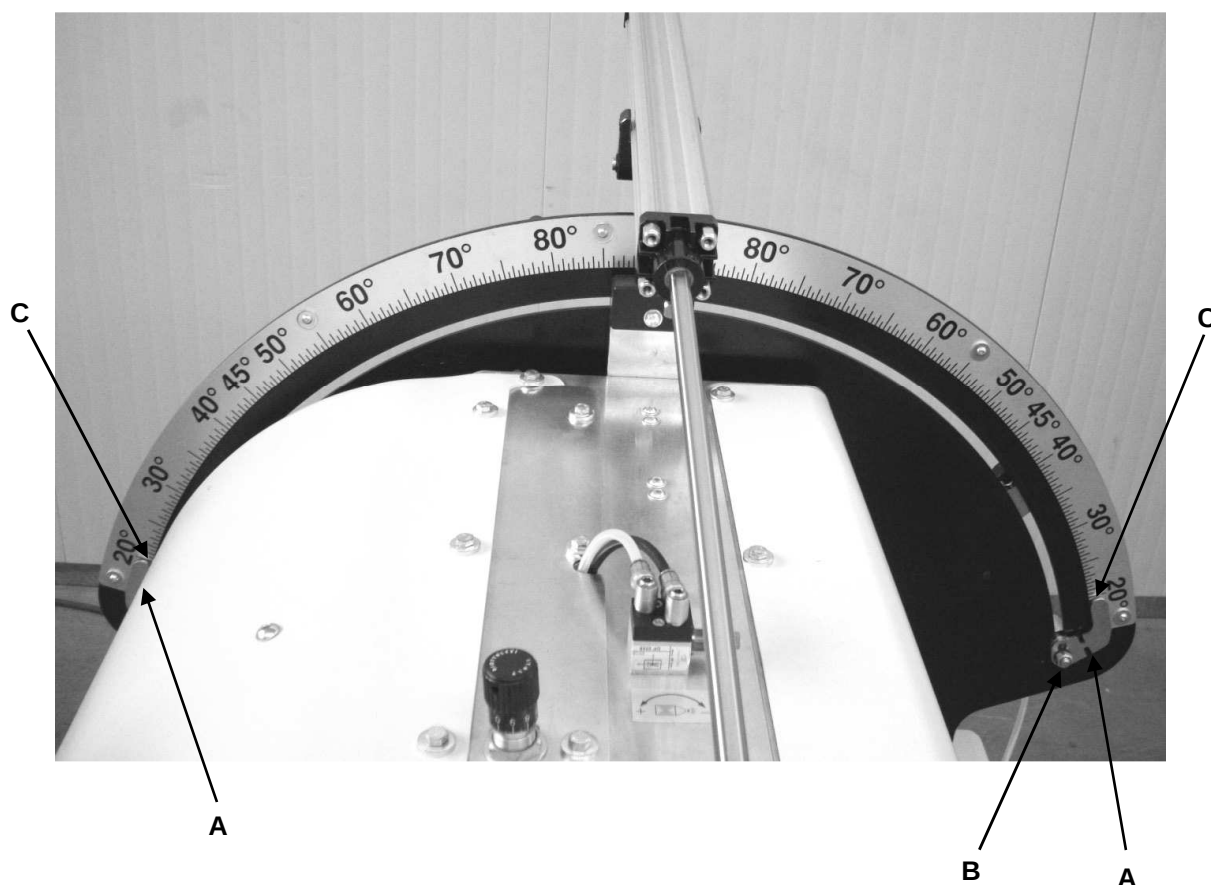

Fig. 09-04
9.4 ANGLES DE COUPE INTERMEDIAIRES (FIG. 09-04)